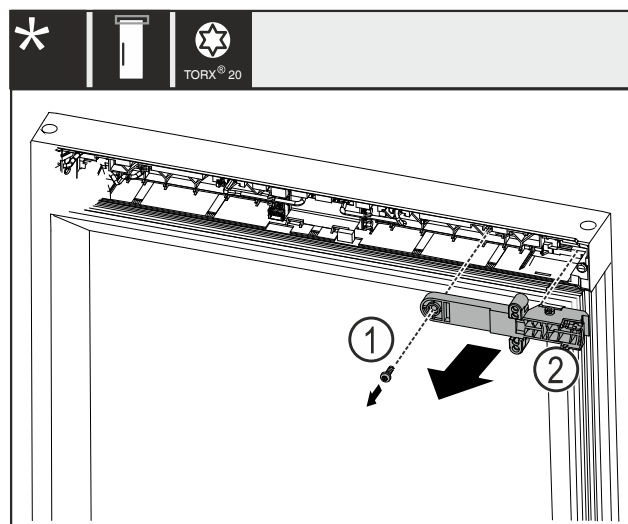

Fig. 21
- Извлеките винт Fig. 21 (1).
- Снимите крепежный элемент замка Fig. 21 (2).